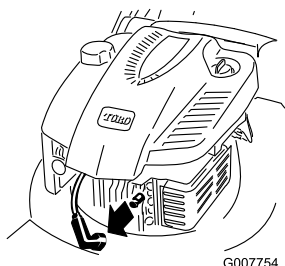

Bild 20
2. Ziehen Sie das Zündkabel von der Zündkerze ab, bevor Sie Wartungsarbeiten ausführen (Bild 20).